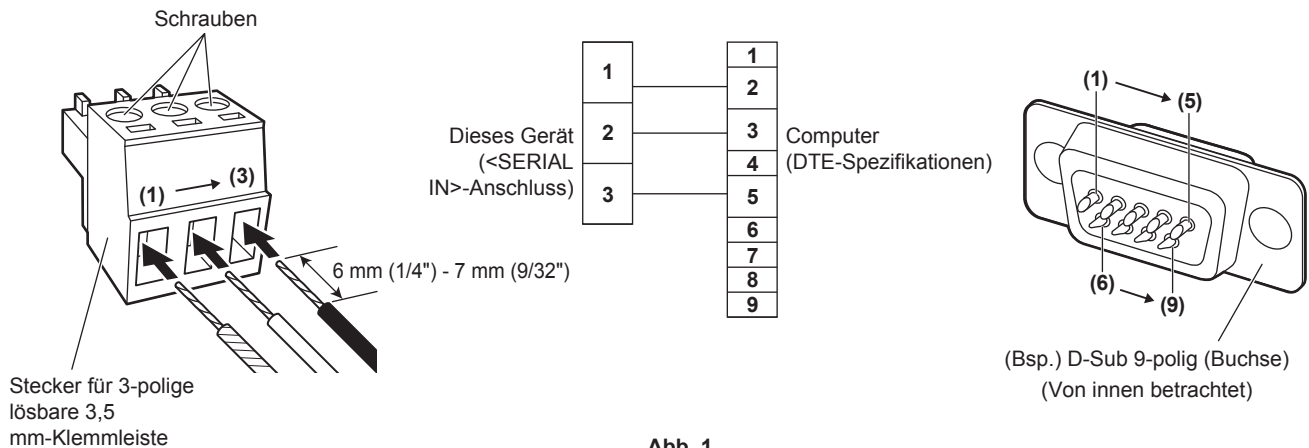

Abb. 1
- 1) **Führen Sie Anschlussleitungen in die mitgelieferte Stecker für 3-polige lösbare 3,5 mm-Klemmleiste ein. (Abb. 1)**
- 3) **Schließen Sie die andere Seite der Anschlussleitung an den entsprechenden Stift des 9-poligen D-Sub-Steckverbinders (Buchse) an (Abb. 1).**